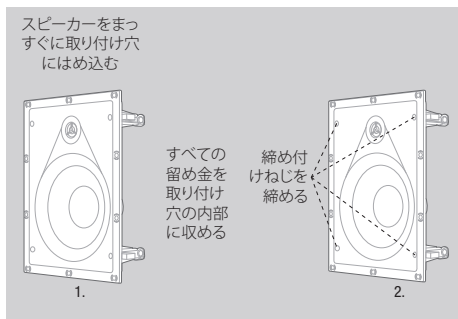

図7
3. スピーカーを開口部にはめ込みます。ドライバーを使って、スピーカー前面の4か所のねじを締めます。スピーカーのブラケットを、壁材に対してしっかりと締めつけます(図7参照)。